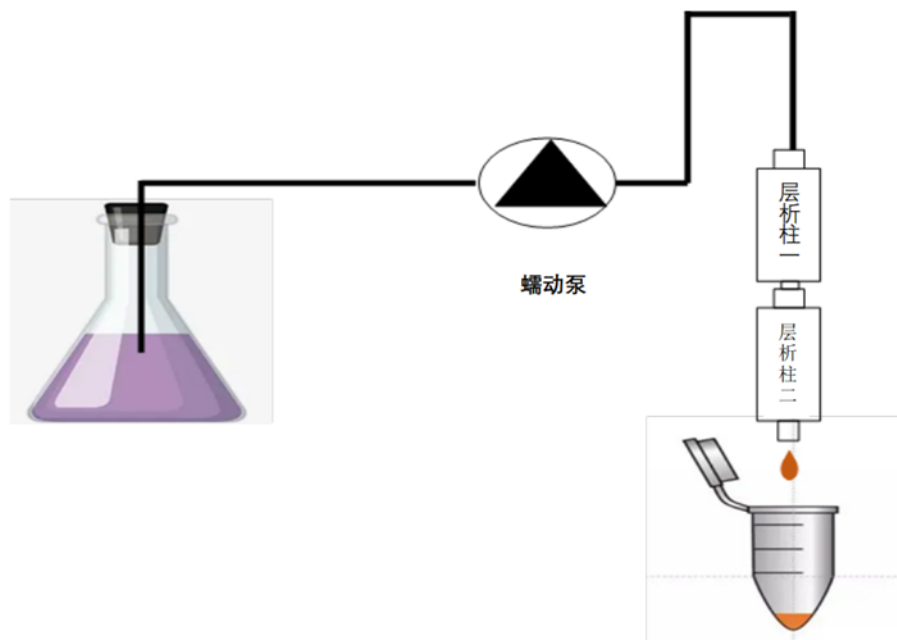

图1 层析柱及层析系统组装示意图。
- 层析柱组装：**将层析柱按照本说明书实验原理章节中图 1 所示方式串联。
- 组装：**将蠕动泵、层析柱、硅胶管按图 1 所示连接组装。